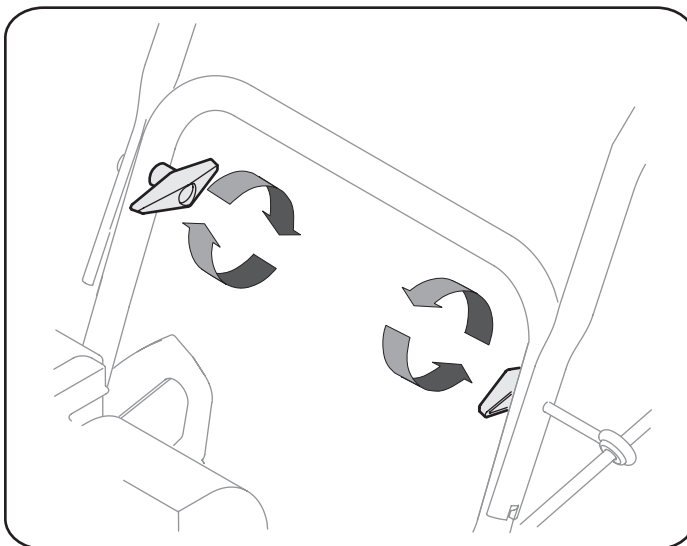

Figura 2
2. Asegure la manija ajustando la perilla a mariposa de plástico situada en los lados izquierdo y derecho de dicha manija. Vea la figura 2. Retire y descarte todos las bandas de plástico, si Las hubiera. Únicamente se utilizan para el empaque.